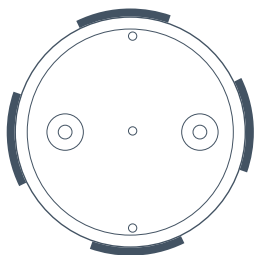

РИС. 2.
5.6 Для монтажа датчика поверните пластиковую крепежную панель SmartBracket (РИС. 2) против часовой стрелки и снимите.